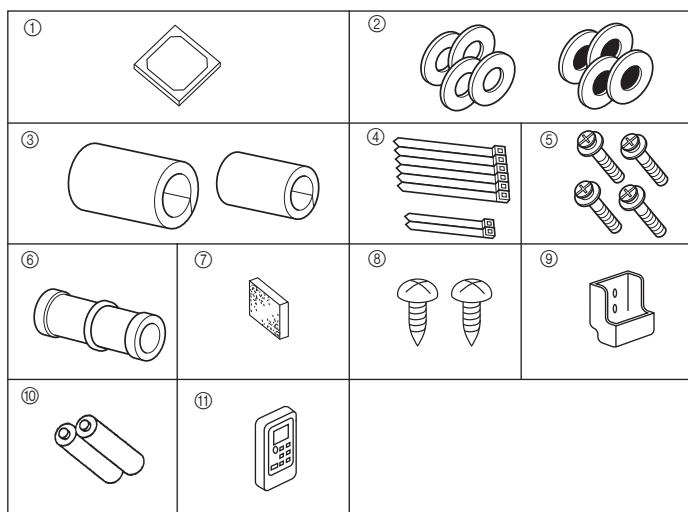

Fig. 4-1
4.1. Ελέγξτε τα εξαρτήματα της εσωτερικής μονάδας (Fig. 4-1)